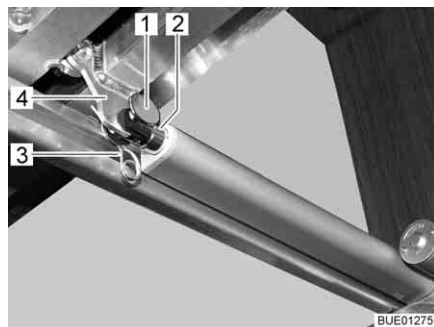

Bild 133 Antrieb
- Verbindung (z. B. Stift und Federstecker (Bild 133,1 und 3)) zwischen Schubstange (Bild 133,2) und Lattenrost (Bild 133,4) trennen.